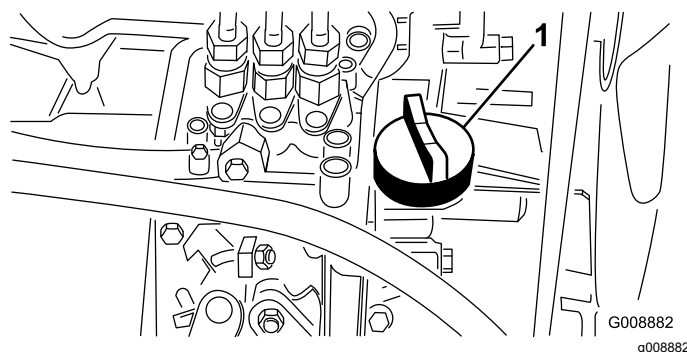

**Bild 59**
2. Nehmen Sie den Peilstab (Bild 59) heraus und wischen Sie ihn mit einem sauberen Lappen ab.